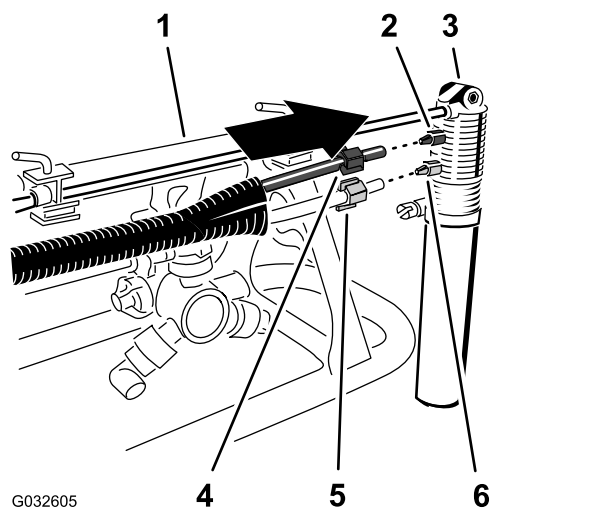

図 21
1. 青色チューブに青色圧縮ナットを取り付け、透明チューブに白色圧縮ナットを取り付ける (図 21)。
2. フォームマーカのノズルの白色圧縮フィッティングに透明チューブの白色圧縮ナットを嵌め、ナットを手締めする 図 21。
3. フォームマーカのノズルの青色圧縮フィッティングに青色チューブの青色圧縮ナットを嵌め、ナットを手締めする 図 21。